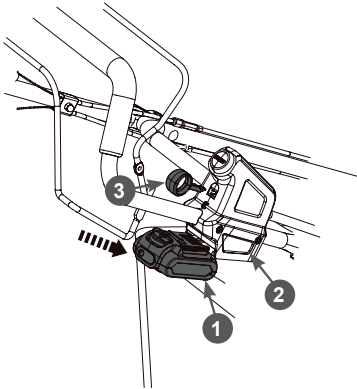

Рис. 12. Установка аккумулятора
2. Установите аккумулятор в разъем аккумулятора на блоке электрозапуска (Рис. 12). Убедитесь, что аккумулятор вставлен в разъем до конца.